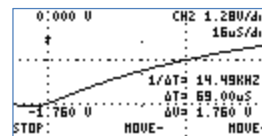

Abbildung 61: Halbwertszeit Messung
- 12) Das Display sollte wie in Abbildung 61 aussehen. Die gemessene Zeit,  $T_{1/2} = 69\mu s$ , ist die „Halbwertszeit“, also  $RC = 9.95\mu s$